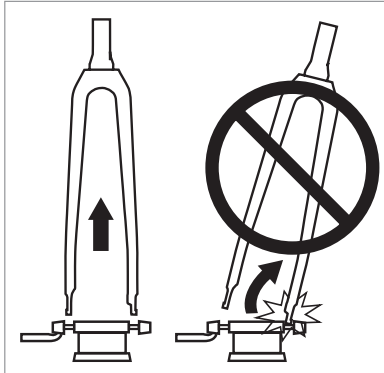

図 12
2. 自転車を取り外すには、フォークを真つすぐ持ち上げて均等にドロップアウトの係合を外します。ラックから自転車が傾いていると、ドロップアウトが損傷する恐れがあります (図 12)。